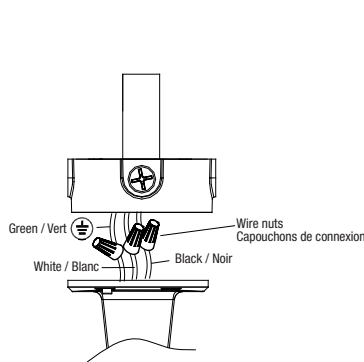

Fig. 15
5. Lock the outlet box cover with the four screws (Fig. 15).
5. Verrouillez le couvercle de la boîte de jonction avec les quatre vis et quatre rondelles dentées (Fig. 15).